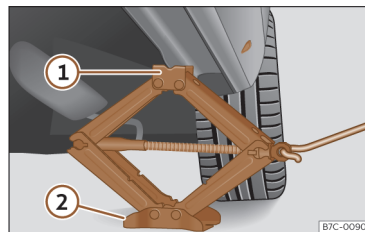

Fig. 243 Longarina: colocação do macaco do veículo.
- Rode a manivela do macaco, colocado por baixo do ponto de apoio da longarina, para levantá-lo até que o ressalto ① >>> **Fig. 243** se encontre por baixo do alojamento previsto.
- Alinhe o macaco de forma a que a patilha ① «encaixe» no alojamento previsto da longarina e que a placa base móvel ② fique apoiada no chão. A placa base ② deve ficar colocada na vertical relativamente ao ponto de apoio ①.